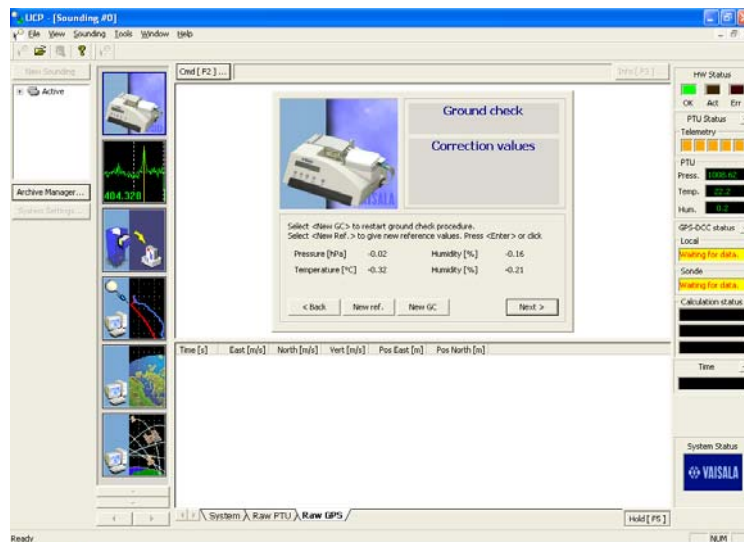

图 11
35. 如果一切看来正常，点击“Next”（下一步）(见图 11)。